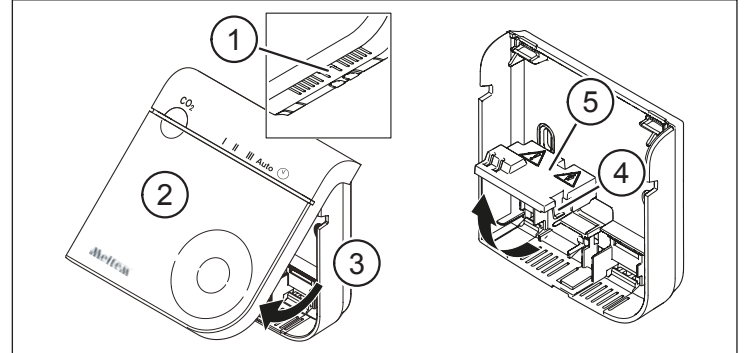

Abb. 2: Deckel und Sicherheitsabdeckung abnehmen
- ▶ Drücken Sie auf die Nase (Pos. 1 in Abb. 2) an der Unterseite des Gehäuses (Pos. 3 in Abb. 2) und ziehen Sie den Deckel (Pos. 2 in Abb. 2) vom Gehäuse ab.
- ▶ Drücken Sie mit einem kleinen Schlitzschraubendreher auf den Rasthaken (Pos. 4 in Abb. 2) und klappen Sie die Sicherheitsabdeckung (Pos. 5 in Abb. 2) nach oben.
- Klappen Sie die Sicherheitsabdeckung (Pos. 5 in Abb. 2) nach unten, bis diese hörbar einrastet.